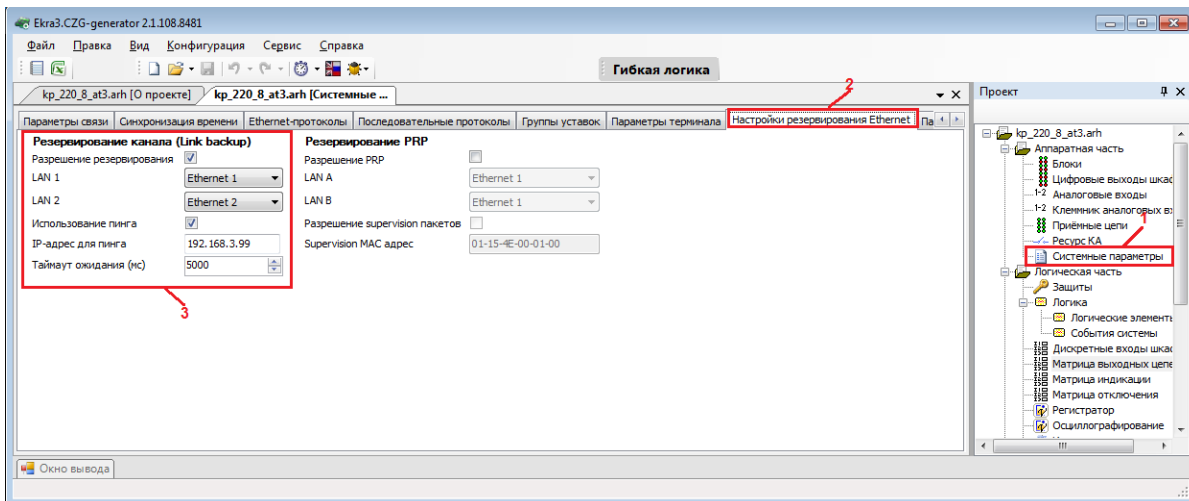

Рисунок 2.67
В дереве проекта перейти к разделу **Системные параметры** (см. рисунок 2.67, обозначение 1). Открыть вкладку **Настройки резервирования Ethernet** (см. рисунок 2.67, обозначение 2).
- а) установить флажок перед полем «Разрешение резервирования» (см. рисунок 2.67, обозначение 3). В этом режиме оба интерфейса имеют одинаковые IP-адрес и MAC-адрес;
- б) выбрать «LAN 1» (основной интерфейс) и «LAN 2» (резервный интерфейс) (см. рисунок 2.67, обозначение 3);